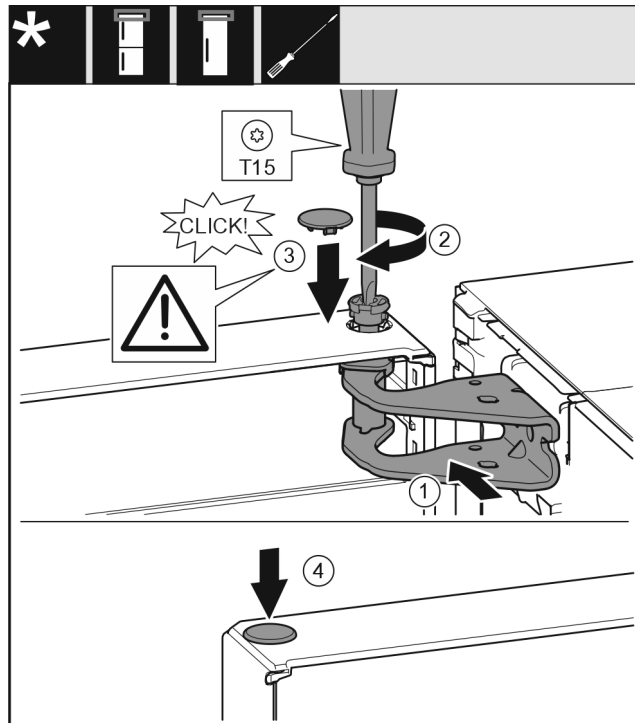

Fig. 21
- 将门的上方对准托架中的开口。Fig. 21 (1)
- 放入螺栓并用 T15 螺丝刀拧紧。Fig. 21 (2)
- 安装冰箱门安全装置的安全盖：放入安全盖并检查其是否紧贴贴在门上。否则，需将螺栓完全插入。Fig. 21 (3)
- 放上堵头。Fig. 21 (4)